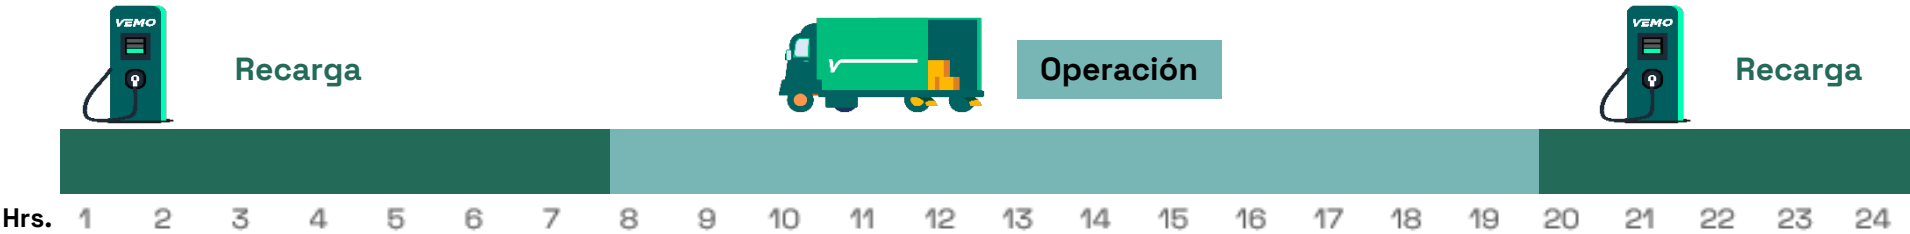

Fig. 1. Programa de operación promedio de un vehículo comercial.
Una vez definido el tipo de vehículo, es vital desarrollar una estrategia de recarga. La estrategia de recarga implica determinar el número óptimo de cargadores y la secuencia de funcionamiento de cada cargador seleccionado. Para determinar el número de cargadores necesarios, es esencial tener en cuenta la energía que debe recargarse y la ventana de tiempo disponible (Fig. 1). Además, es necesario realizar un análisis de la competitividad de las estaciones de recarga de corriente alterna (CA) o corriente continua (CC) en función de sus respectivas ventajas e inconvenientes.